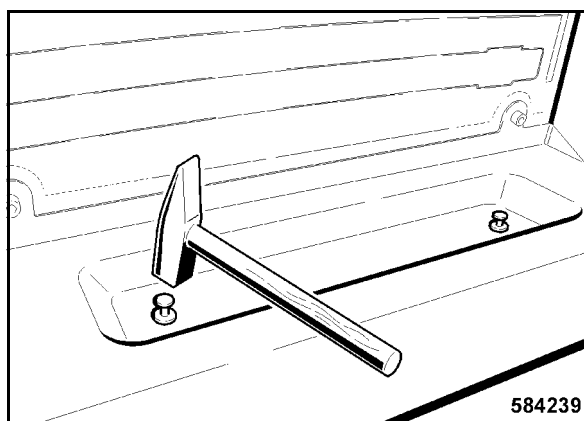

Fig. 188
- Insertar el depósito trasero y encajar ambas fijaciones de plástico con cuidado en los agujeros (Fig. 188) haciendo uso de un martillo.